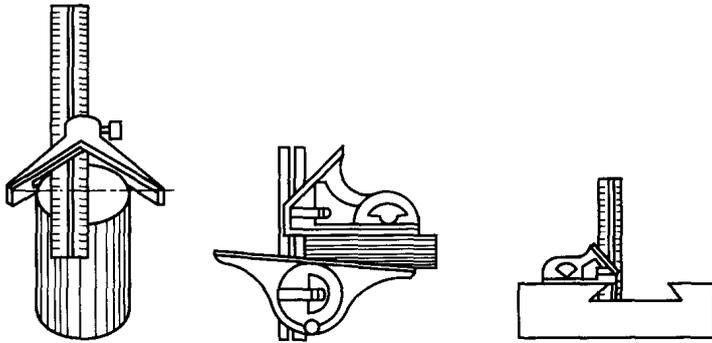

图 1-25 万能角尺的使用方法
① 钢尺是万能角尺的主件，正面有毫米刻度数，可作直尺用，背面有一条长槽，用来安装其他附件，并起定位作用。
② 活动量角器上有一转盘，盘面刻有  $0^{\circ}\sim 180^{\circ}$  的刻度。它装上钢尺后，可以量出  $0^{\circ}\sim 180^{\circ}$  范围的任意角度。扳好角度后，应将定位螺钉拧紧，以防角度错位。
③ 中心角规装上钢尺后，角规尺边与钢尺成  $45^{\circ}$ ，可用来求圆柱形工件的中心，如图 1-25 所示。